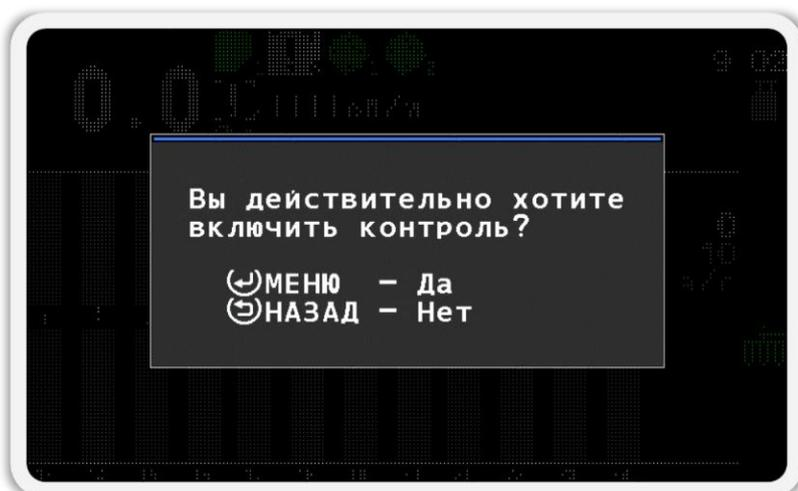

Рисунок 22 Окно запроса подтверждения
3. Включите контроль датчика. Для этого нажмите кнопку  «Плюс». В появившемся окне сообщения нажмите кнопку  «Меню» для подтверждения своих действий (см. Рисунок 22).